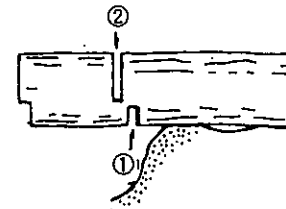

図 26
- (1) 図26のように先端の浮いている部分を切る場合は、はじめに下側から3分の1程度切り込み、次に上側から切り落としてください。